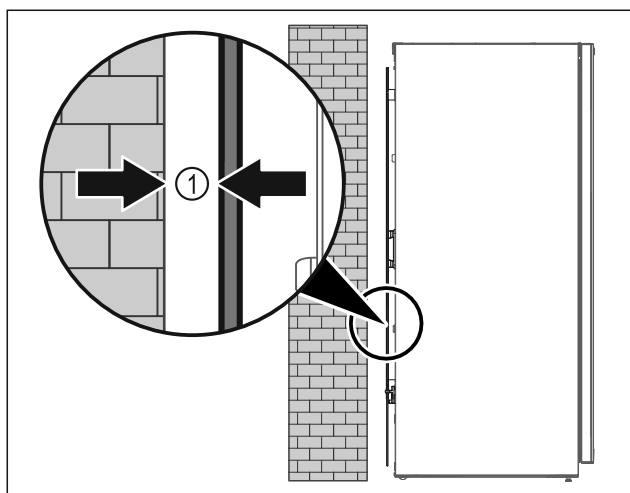

Fig. 5
- Ställ upp apparaten fritt i rummet eller direkt mot en vägg med ett minimiavstånd på 5 mm Fig. 5 (1) från väggen.